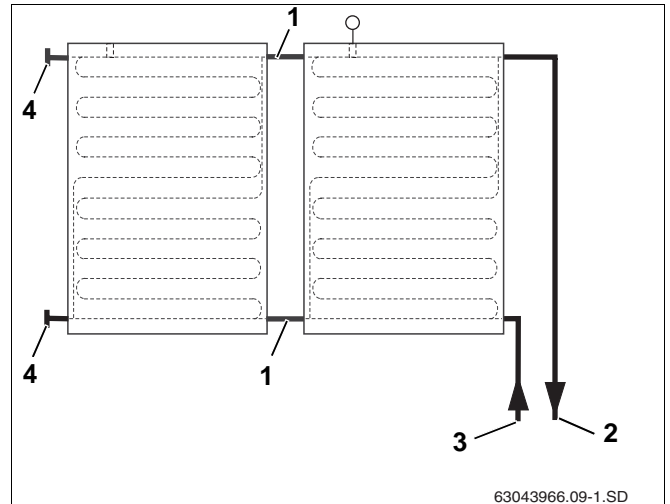
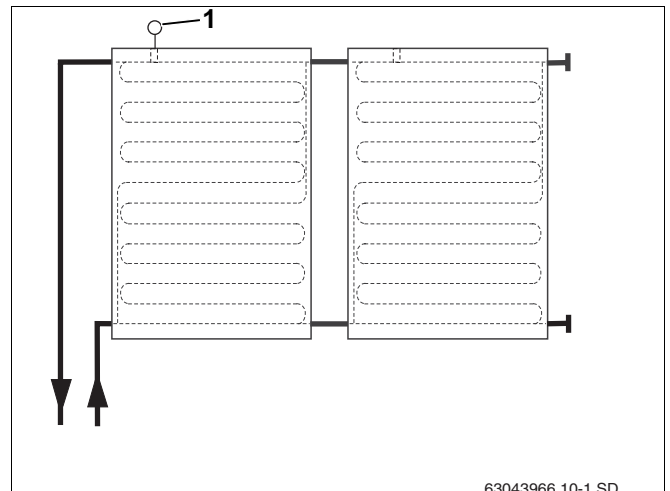

Bild 36 Anslutning på samma sida till höger, upp till max. 5 solpaneler
Bild 37 Anslutning på samma sida till vänster, upp till max. 5 solpaneler
Solpanelerna måste monteras så att givargenomföringarna för temperaturgivarens hållare (bild 37, pos. 1) ligger upptill.
De hydrauliska anslutningsledningarna kan anslutas till höger (bild 36) eller vänster (bild 37). I den här handledningen visas anslutningsledningar som är anslutna till höger.
Anslutning av inkommande/avgående värmebärare kan göras på samma sida på en solpanelsgrupp som max. består av 5 solpaneler (bild 36 och bild 37).